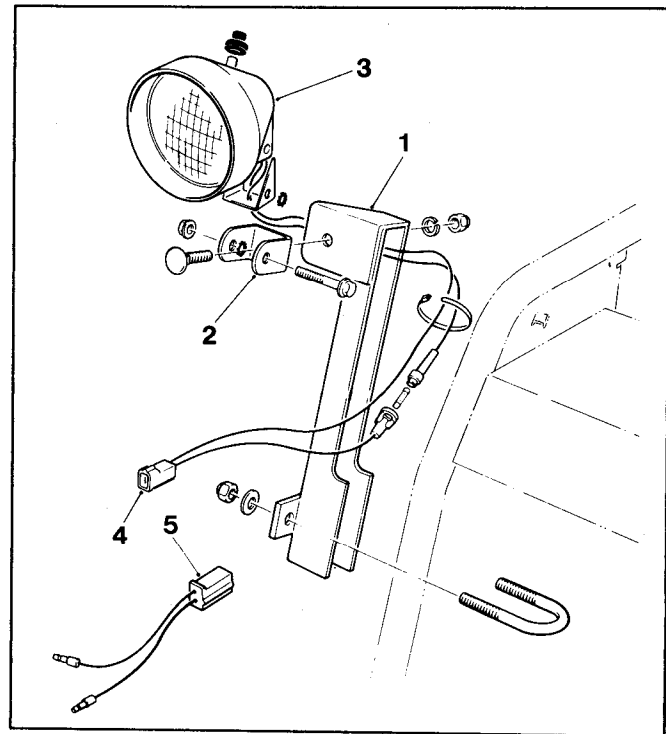

Figura 1
2. Con il bullone as U, le rosette ed i dadi forniti nel kit, fissare (senza stringere) il sostegno delle luci alla stegola come mostrato nella figura 1.